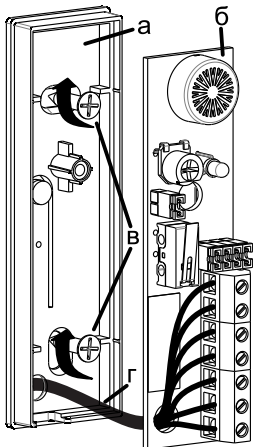

Рисунок 2 - Установка извещателя
- Снимите крышку извещателя с основания (рис.2а).
- Извлеките печатную плату (рис.2б) из основания извещателя (рис.2а).
- Проведите кабель внутрь извещателя через отверстие в основании (рис.2г) или через боковую стенку и закрепите основание извещателя на защищаемой поверхности шурупами из комплекта поставки (рис.2в) или другим доступным способом, оговоренном выше.
Подведите кабель через вводной паз в основании извещателя (рис.2г) и подсоедините провода к контактной колодке в соответствии с инструкцией.